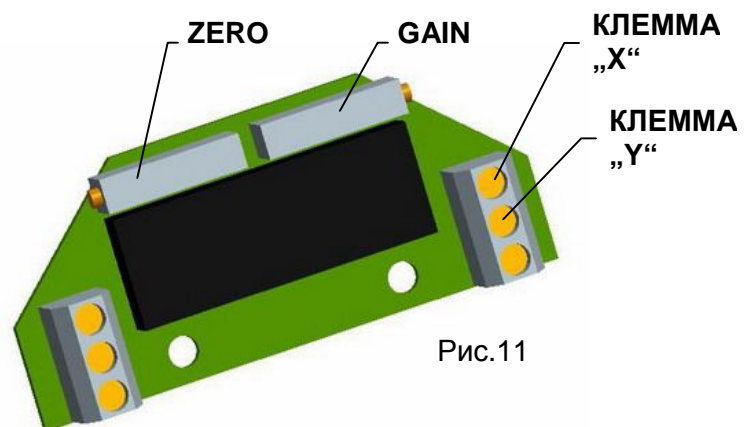

Рис.11
4.6.2 EPV - 3-проводниковое включение (рис.11)
- Установте омический датчик на основании инструкций в предыдущей главе так, что величину сопротивления измеряйте на клеммах X-Y (рис.11). *(употреблен датчик с сопротивлением 2000Ω или 100Ω)*
- Поворачиванием устанавливающего триммера ZERO (рис.11) установите величину выходного сигнала тока, измеряемого на клеммах 81-82, на величину 0 мА или 4 мА.
- Поворачиванием устанавливающего триммера GAIN (рис.11) установите величину выходного сигнала тока, измеряемого на клеммах 81-82, на величину 20 мА или 5 мА.